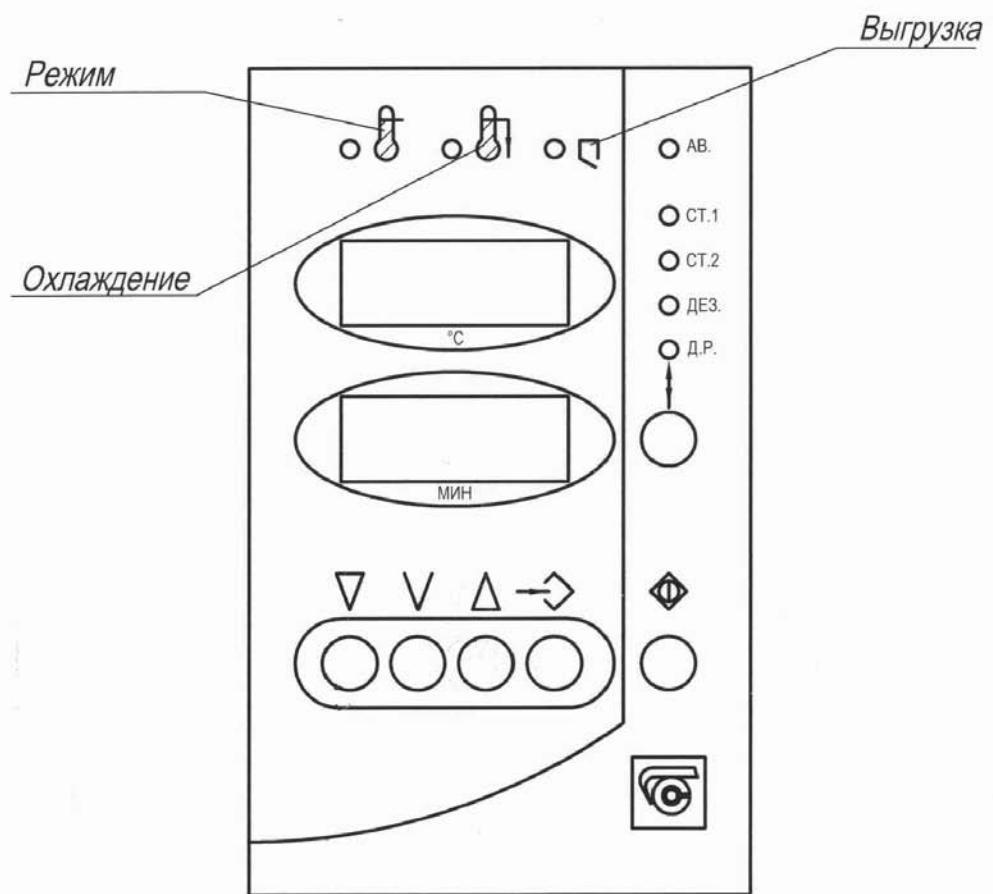

Рис.2
10.4. Включить стерилизатор, нажав на выключатель сети, расположенный внизу приборного отсека, при этом включится вентилятор, на индикаторах температуры «°C» появится текущая температура в камере. Выбрать нужную программу работы стерилизатора путем последовательного нажатия на клавиши  на панели управления (рис.2). При этом загорается соответствующий данной программе светодиод. На индикаторах температуры появится значение номинальной температуры выбранного режима, а на индикаторах времени «МИН» – время выдержки для выбранного режима